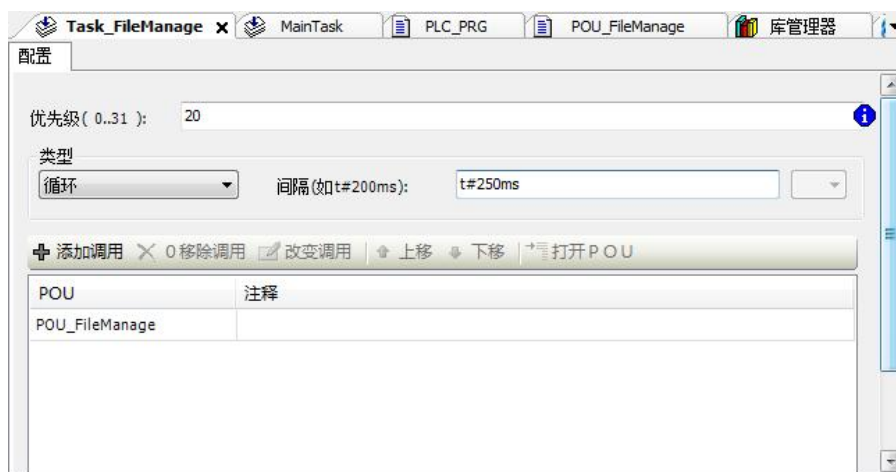

图4.9 添加文件处理任务
5) 新增加一个任务，用于处理文件的操作。配置步骤：右击左侧设备栏“任务配置”=> 选择“添加对象”=> “任务”=> 命名为Task_FileManage=> 将POU_FileManage加进扫描区 => 设置任务优先级为20，设置扫描周期为250ms，如图4.9所示。